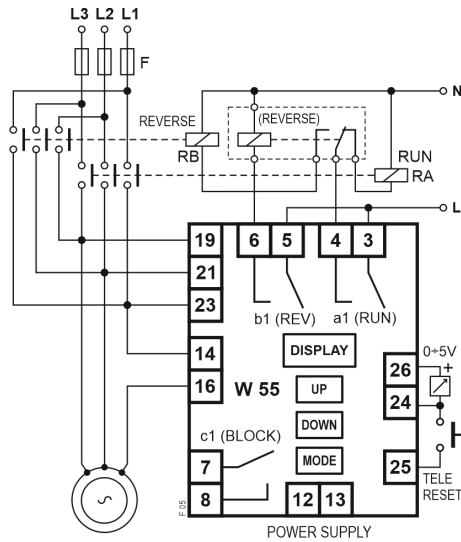

Fig. 5
Il dispositivo misura la potenza attiva assorbita dal motore e la confronta con il valore di riferimento impostato con SET POINT. Quando la potenza assorbita è al di sotto del valore impostato, il relé interno RUN è ON ed il relé REV è OFF; vedere fig. 5 o 6. Se la potenza assorbita supera il valore impostato con SET POINT, per un periodo superiore al tempo impostato con il timer t1, il relé RUN va OFF ed il motore si arresta per circa 3 sec, quindi si riaccende, ma contemporaneamente si eccita anche il relé REV, per cui il motore funzionerà in REVERSE per un periodo imposto con il temporizzatore tR (1÷15 sec) (Fig. 1).
When the power is below the set value, the internal relay RUN is ON and the relay REV is OFF; see fig. 5 or 6.
Seguire le Fig. 5 e 6, dove è usato un relè esterno, per avere i contatti RUN e REV interbloccati elettricamente in modo da evitare che entrambi siano ON contemporaneamente.
Seguire lo schema di Fig.5
**NOTA 1:** La fase di cui si misura la corrente (fase amperometrica, nelle figure 5 e 6 è la L1) deve essere collegata all'ingresso voltmetrico 23 e non deve essere usata per l'inversione della rotazione del motore.
Refer to Fig. 5 and 6, where an external relay is used, to have the RUN and REV contacts electrically interlocked in order to avoid that they are both ON at the same time.
**IN < 5A** direct insertion (Fig. 5)
**REMARK 1:** the amperometric phase (in Fig. 5 and 6, is L1) must be connected to voltmetric pin 23 and must not be used for the reverse rotation of the motor.